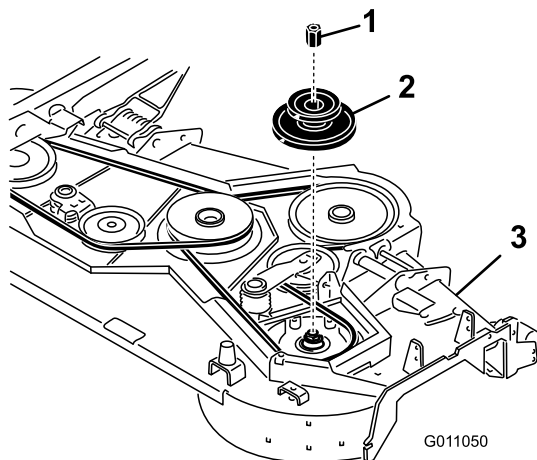

Рисунок 3
4. Разместите подставку под правым шпинделем ножа, под декой газонокосилки, прежде чем снимать правый шкив деки газонокосилки (Рисунок 3). Это предотвратит падение компонентов шпинделя после снятия гайки шкива.
5. Отверните имеющуюся гайку шкива и снимите шкив (Рисунок 3). Сохраните шкив и гайку для установки на более позднем этапе.
6. Установите новый двойной шкив на шпиндель и зафиксируйте его новой гайкой шкива (Рисунок 3). Затяните гайку с моментом 176-203 Н•м.